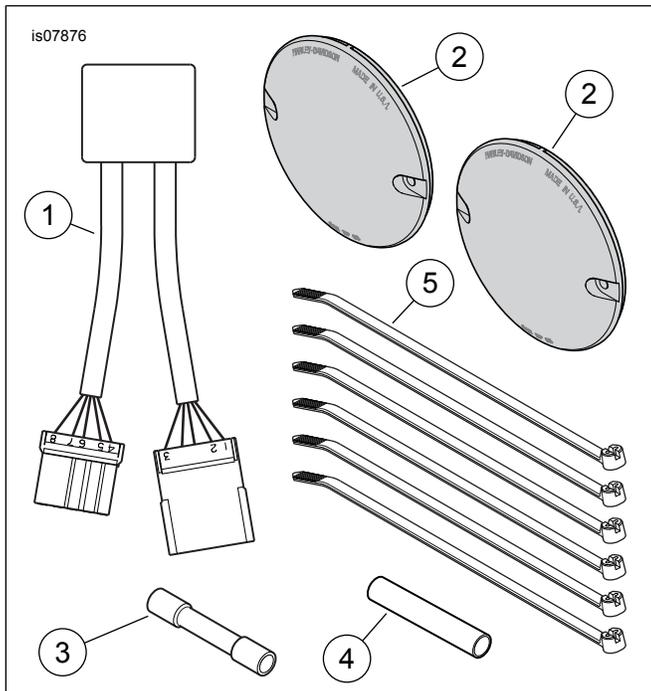

Figura 3. Peças de reposição, kit de conversão auxiliar do freio/ligar/pisca
Veja Figura 3 e Tabela 1.
2. Veja Figura 3. Pegue o módulo do pisca (1) do kit. Coincida os conectores do módulo com os conectores do Passo 1. Encaixe no lugar.
6. Veja Figura 3. Pegue uma lente vermelha do pisca (2) do kit. Instale a lente vermelha no alojamento do pisca traseiro. Aperte com os parafusos originais. Aperte com firmeza. Repita o procedimento para a outra lente